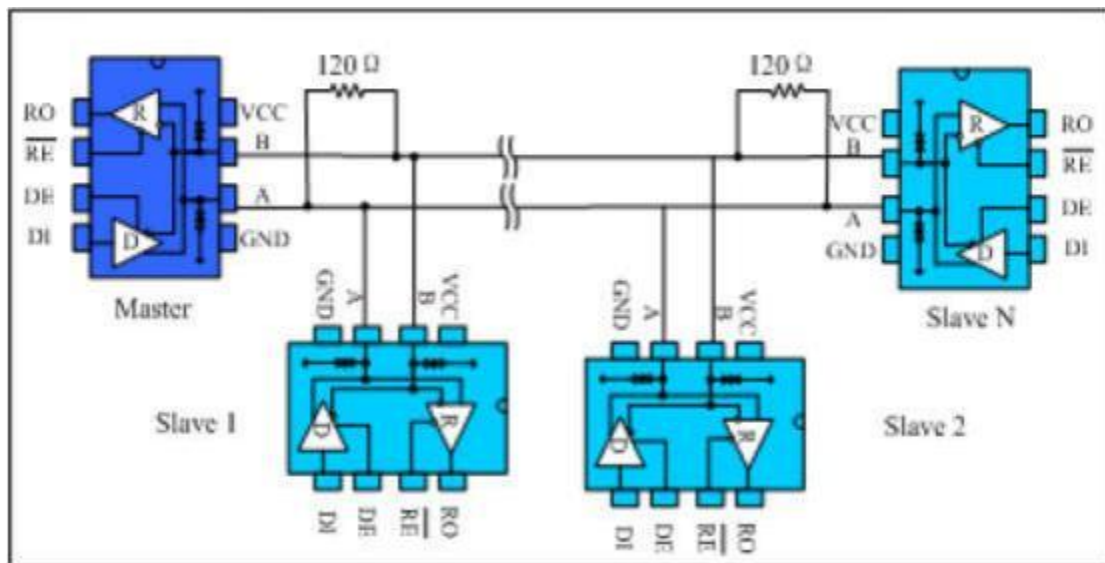

图 9 总线式 RS485 半双工通讯网络
**4.1 总线式组网：**MAX3485 RS485 收发器设计用于多点总线传输线上的双向数据通信。图 9 显示了典型网络应用电路。这些器件也能用作电缆长于 4000 英尺的线性转发器，为减小反射，应当在传输线两端以其特性阻抗进行终端匹配，主干线以外的分支连线长度应尽可能短。